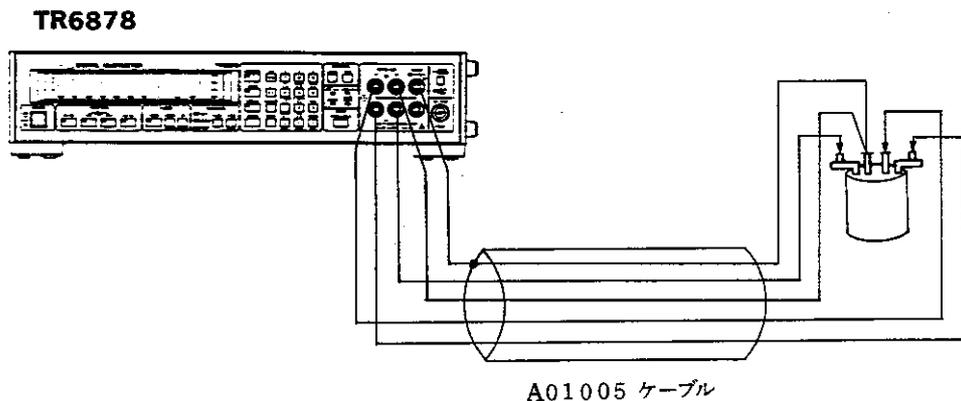

図 5-2 抵抗測定 of 校正
2. 〔図 5-2〕に示すように、付属 of 入力ケーブル (**A01005**) で、本器 of 入力端子 (A 入力端子, B 入力端子) に標準抵抗器を接続します。